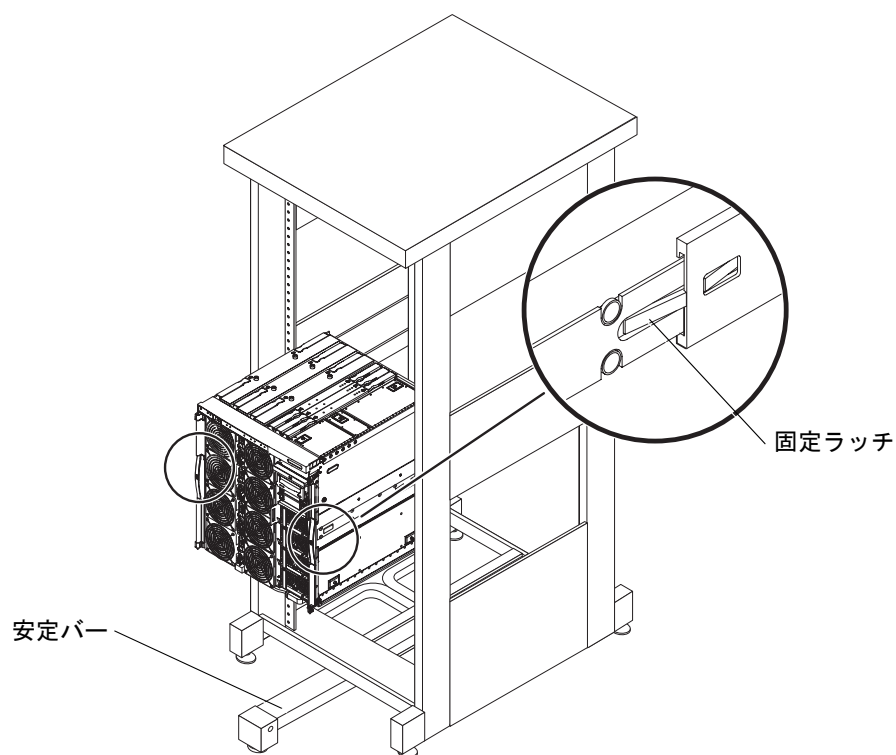

図 3-2 システムキャビネットからのシステムの引き出し
3. 固定ラッチがカチッと音をたてるまで、システムキャビネットの正面からシステムを手前に慎重に引き出します (図 3-2)。
2. システムキャビネットの安定バーが伸びた状態で固定されていることを確認します (図 3-2)。
6. システムキャビネットの安定バーを元に戻します (図 3-2)。